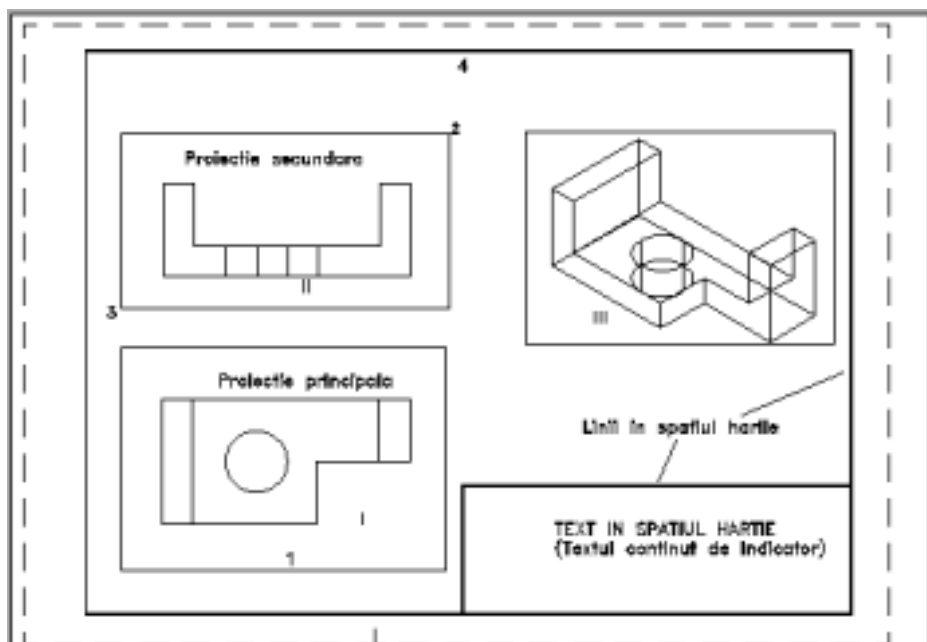

Fig. 2.64
Pe hârtia virtuală a apărut fereastra flotantă I (fig. 2.64) ce conține proiecția principală. Această fereastră poate fi activată ca spațiu model, având posibilitatea modificării modelului virtual tridimensional.
Specify side of viewport to project: este cerută “partea ” dinspre care să fie făcută proiecția. Alegeți, de exemplu, punctul similar punctului 1 din fig. 2.64. Comanda se derulează ca și pentru proiecția principală. Alegeți o poziție potrivită, conform standardelor în vigoare, pentru proiecția secundară, indicând punctele 2 și 3 pentru colțurile viewporturilor. Denumiți această proiecție secundară, de exemplu “S1”. Pe ecran va apare o nouă fereastră, ca în figura 2.64.
14. Pe hârtia virtuală astfel pregătită, desenați chenarul, indicatorul (eventual inserat ca bloc) (fig. 2.64).